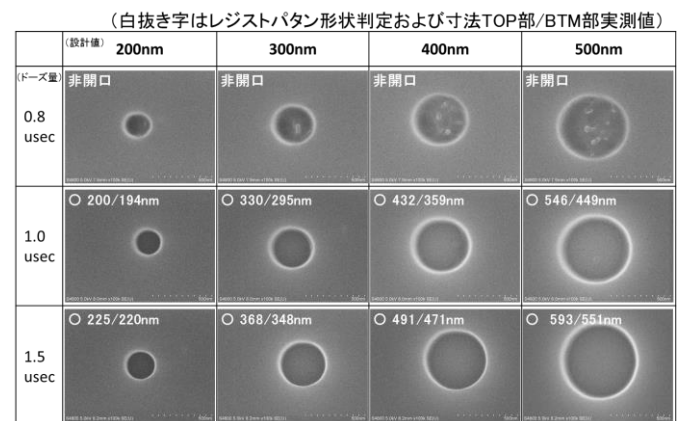

Fig. 1 The hole patterns of the changed condition by dose amount.
(1) ドーズ量が不足すると非開口となる。ドーズ量を上げていくと形状は良好のまま Top 部、Bottom 部とも開口寸法が大きくなる。ドーズ量設定を 1.0 μsec にて設計値近傍の寸法値を得られるが、ホールパターンにおけるプロセスマージンを稼ぐためにはドーズ量を増加し設計値にて寸法を調整する方法もある (Fig. 1)。